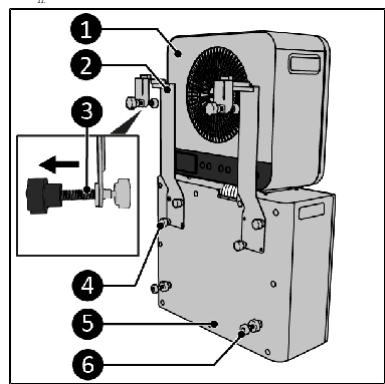
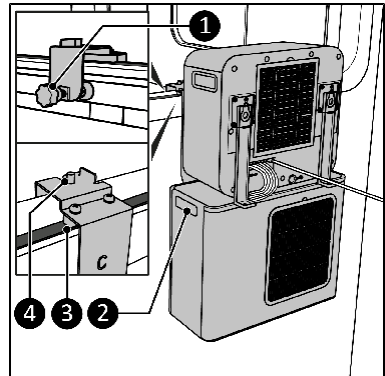

Abb. 5
Abb. 6
1. Stellen Sie die Inneneinheit (Abb. 5, Pos. 1) auf die Außeneinheit (Abb. 5, Pos. 5).
2. Entfernen Sie die vier Hutmuttern (Abb. 5, Pos. 4).
3. Montieren Sie die zwei unteren Halterungen für Wohnwagen (Abb. 5, Pos. 2) an die Außeneinheit, wobei Sie je zwei Schrauben pro Halterung verwenden (Abb. 5, Pos. 4).
4. Überprüfen Sie, dass die Klemmschrauben (Abb. 5, Pos. 3) vollständig angezogen sind.
5. Bringen Sie die Abstandshalter (Abb. 5, Pos. 6) an der Außeneinheit (Abb. 5, Pos. 5) an.
6. Bringen Sie die oberen Halterungen für Wohnwagen (Abb. 6, Pos. 3) mithilfe der Gummihaken (Abb. 6) an der Inneneinheit (Abb. 5, Pos. 1) an.
8. Greifen Sie die Seitengriffe der Außeneinheit (Abb. 6, Pos. 2) und setzen Sie die Halterung des Geräts am unteren Fensterrahmen ein. Stellen Sie sicher, dass die grauen Auflageelemente korrekt auf der Fensterdichtung aufliegen.
9. Ziehen Sie die justierbaren Klemmschrauben per Hand fest, bis sie gegen die Innenwand des Wohnwagens drücken (Abb. 6, Pos. 1).
10. Behalten Sie die Hutmuttern (Abb. 1, Pos. 8) in Griffweite, um die Gewinde der Halterungen (Abb. 6, Pos. 4) abdecken zu können.
13. Überprüfen Sie die waagerechte Positionierung der Außeneinheit und korrigieren Sie sie erforderlichenfalls, indem Sie die Abstandshalter-Justierschrauben (Abb. 5, Pos. 6) einstellen.